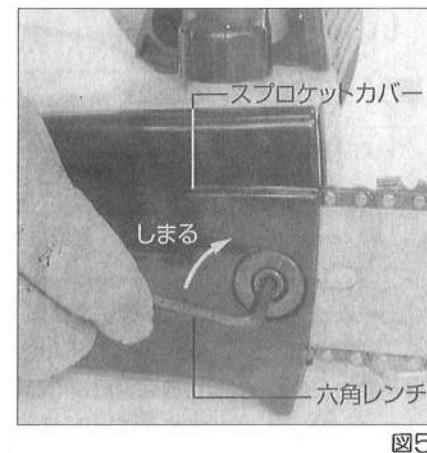

図5
⑤ソーチェーンの調整が終りましたら、六角穴付ボルトを六角レンチで強く締付けてください。(図5参照)